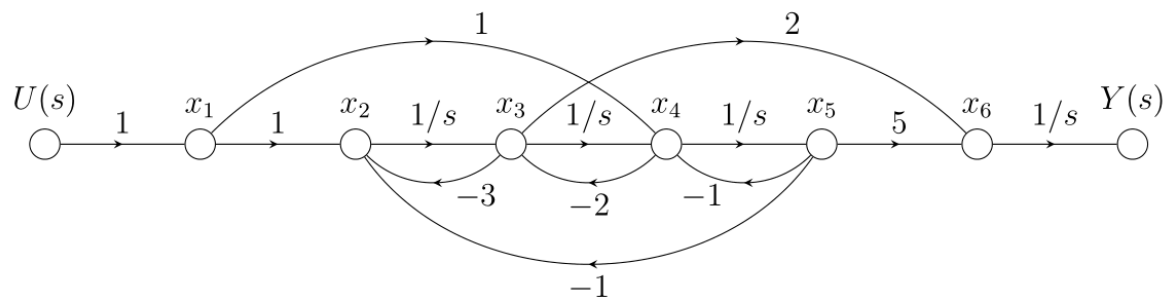

Figura 1: Diagrama de Flujo
- c) Se le solicita que diseñe un regulador para que la planta (circuito dado) trabaje a lazo cerrado con realimentación negativa, sensor y órgano de acción final ambos ideales (ganancia unitaria, sin dinámica ni retardo) con las siguientes características en la salida temporal ante una escalón de entrada (referencia): valor final en el período estacionario debe ser positivo, tiempo de establecimiento (criterio del 2%) la mitad del que tenía el sistema sin regular (figura 1) y un máximo sobreimpulso similar al de la figura 1 (se admite como máximo un 10%). Fundamentar las distintas etapas del diseño y luego validar el sistema completo a lazo cerrado para verificar que se cumplen las condiciones de diseño, dejando registro de los valores medidos en el examen. [18 puntos]
- 2- La empresa en la que trabaja le ha asignado el diseño de un controlador de corriente para una etapa de potencia de un equipo. La misma responde a la dinámica expresada en la Figura 1. El controlador a diseñar deberá proporcionar un comportamiento a lazo cerrado estable, con un $M_f > 35^\circ$, y un error de velocidad $e_v < 3\%$. Se le ha instruido que dicho controlador funcionará a lazo cerrado con realimentación negativa, con actuadores y transductores ideales (ganancia unitaria, sin dinámica ni retardo). Se solicita: